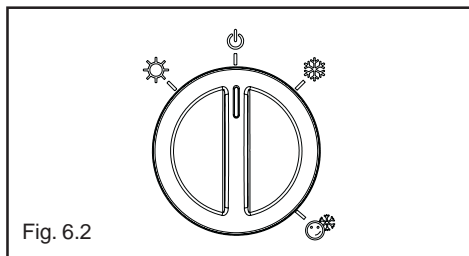

Fig. 6.2
- posizionare il selettore di funzione su "⏻" (fig. 6.2)